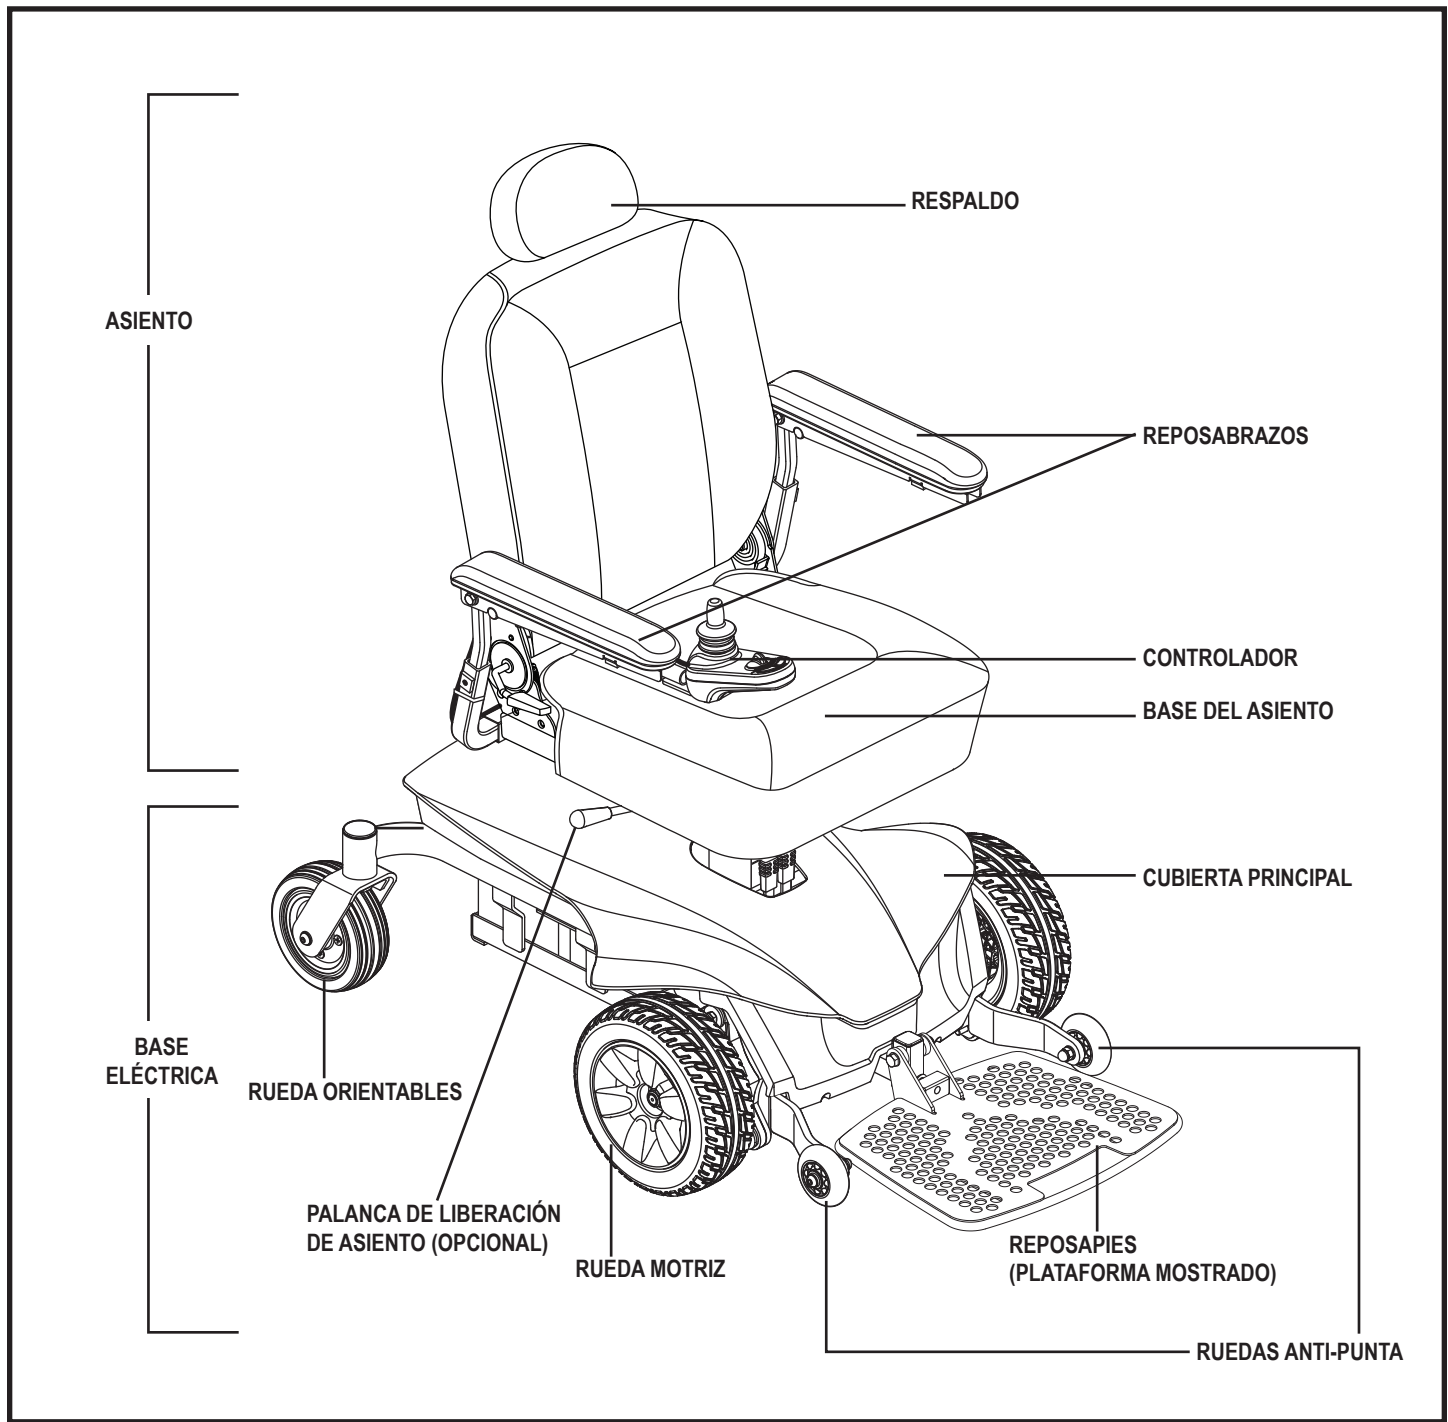
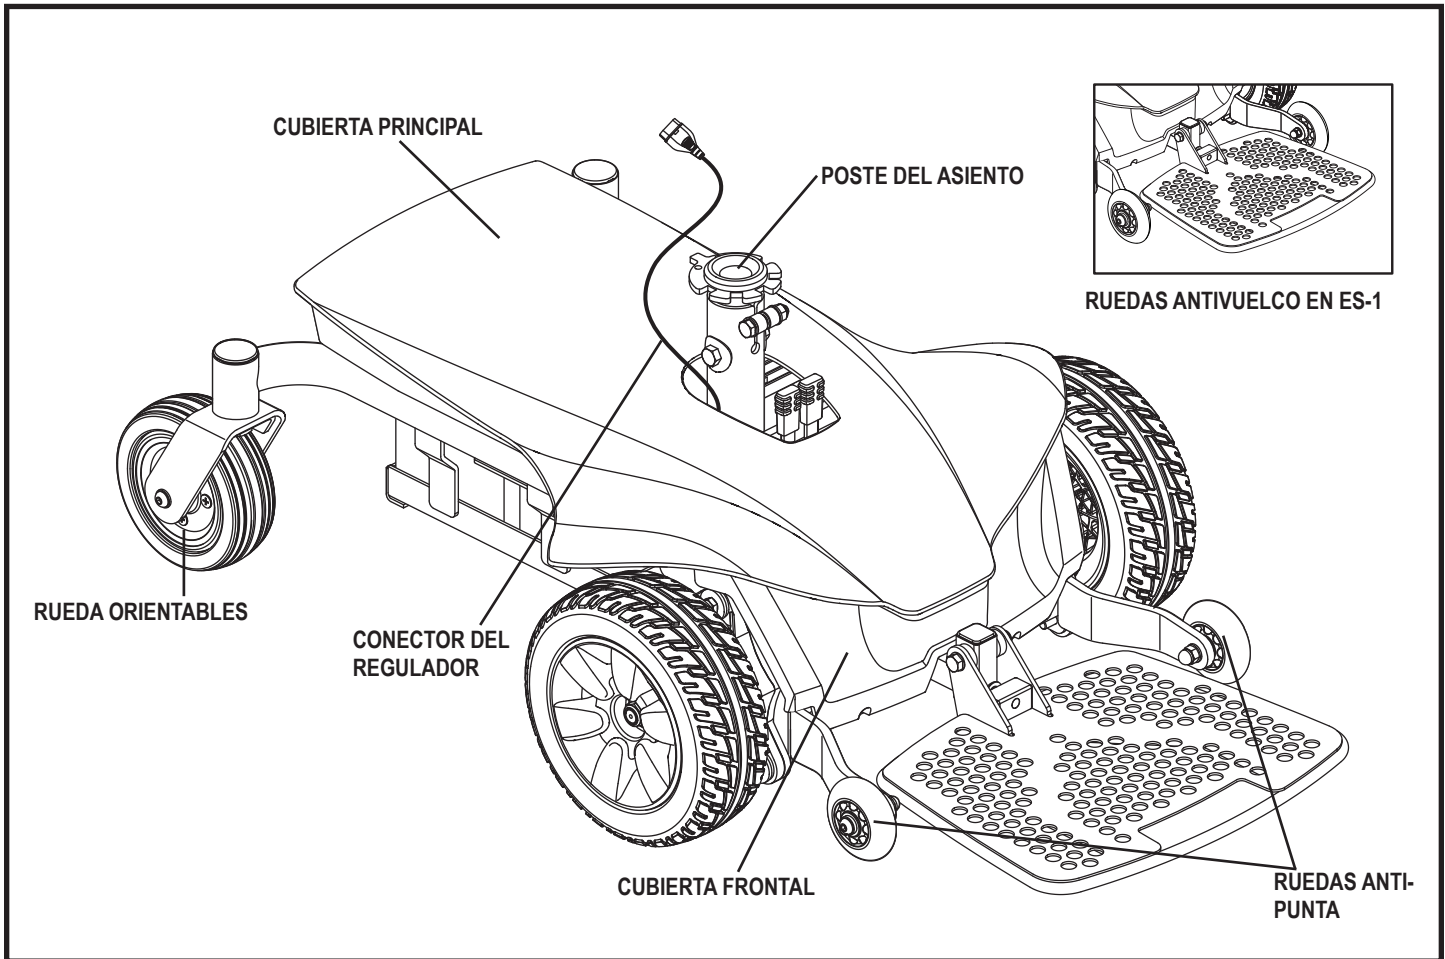

Figura 1. La silla de alimentación de la serie jazzy (elite es mostrada)
Figura 2. La base de poder de la Jazzy Serie
La silla eléctrica de Jazzy Serie está formado por dos piezas principales: el asiento y la base eléctrica. **Ver figura 1.** Generalmente, el asiento incluye los reposabrazos, el respaldo y le base de asiento. La base eléctrica incluye los dos motores y los frenos, dos ruedas motrices, dos ruedas traseras traseras, dos ruedas frontales anti-punta, dos baterías y el cableado eléctrico. **Ver figura 2.**
6. Enchufe el arnés del controlador en el conector de la base de energía. **Ver la Figura 2.**
4. Desenganche la palanca de liberación del asiento, si está equipada. **Ver la Figura 1.**